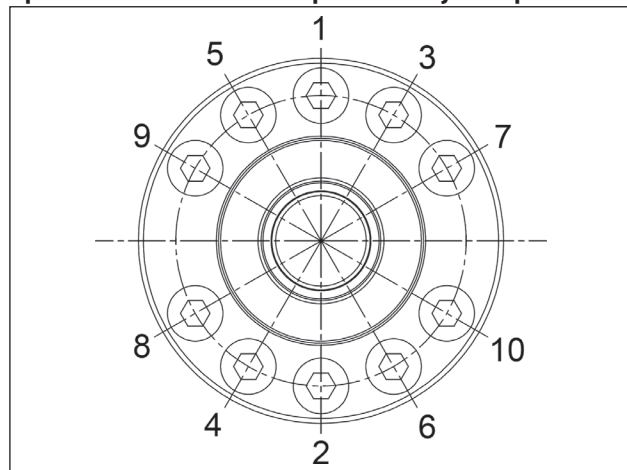

Fig. 132
** Los tornillos de fijación de los soportes, esquema Fig. 132, se deben apretar en dos fases: